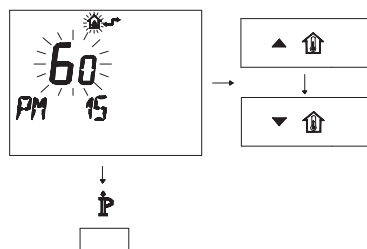

Figura 5.12
- Modificare il SET programmato agendo sui pulsanti  o  fino a visualizzare un **set di 60**, aspettare che il numero programmato cominci a lampeggiare (Figura 5.12).